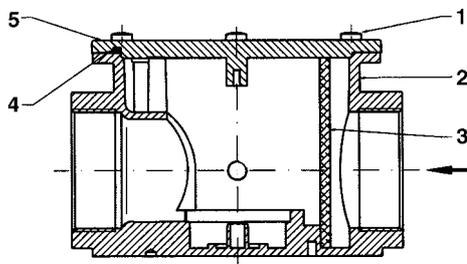
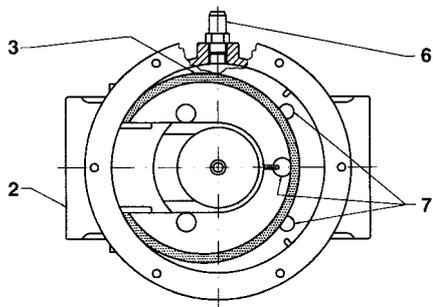

Fig. 44b
Fig. 44c - Vista dall'alto senza coperchio
Attacchi filettati - Fig. 44b e Fig. 44c
Dopo aver accertato che all'interno del filtro non vi sia gas in pressione, togliere il coperchio (5) svitando le viti di fissaggio (1). Smontare la cartuccia filtrante (3), pulirla con acqua e sapone, soffiarla con aria compressa (o sostituirla se necessario) e rimontarla nella posizione iniziale controllando che sia sistemata tra le apposite guide (7) controllando che non ostacoli il montaggio del coperchio (5). Infine rimontare il coperchio (5) facendo attenzione che l'o-Ring (4 in Fig. 44b) sia sistemato nell'apposita cava.
Legenda (Fig. 44b - Fig. 44c)